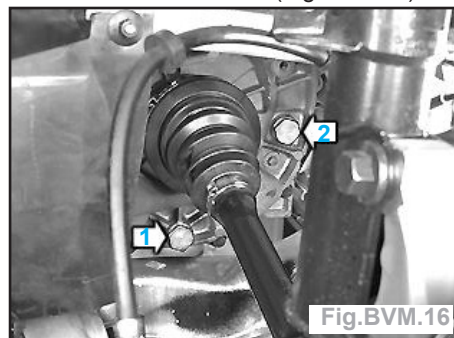

Fig.BVM.16
- Déposer le bouchon de vidange (1) et laisser s'écouler l'huile (Fig.BVM.16).